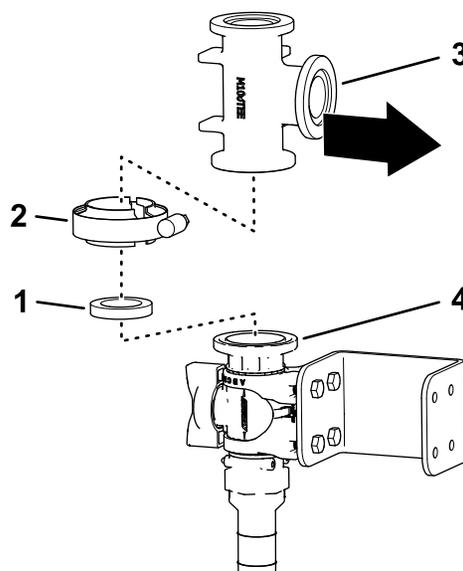
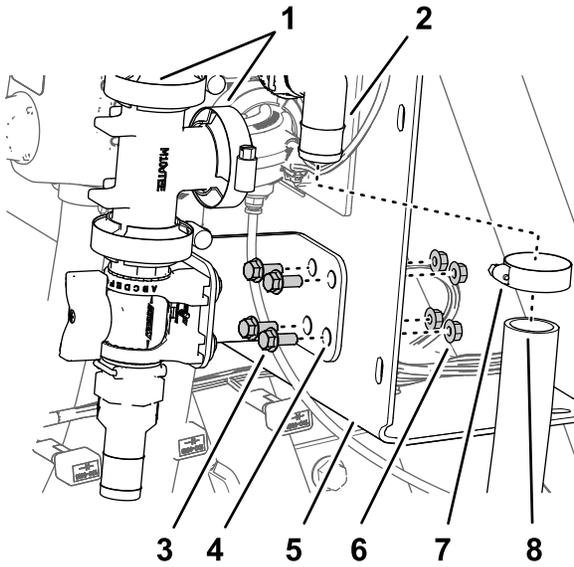

Figura 42
Figura 45
6. Alinhe a flange da união em T com a flange da válvula de controlo, conforme se mostra em Figura 42.
7. Prenda sem apertar a união em T à válvula de controlo com uma junta e uma braçadeira flangeada (Figura 42).
- Monte o suporte da válvula de controlo na base do coletor (**Figura 45**) com 4 parafusos de cabeça flangeada ($\frac{1}{4}$ -20 x $\frac{5}{8}$ pol.) e 4 porcas de bloqueio flangeadas (20 pol.); aperte os parafusos com 10 a 12 N·m.
- Aperte, com a mão, a braçadeira flangeada que prende a válvula de controlo, a união em T (**Figura 42**) e a braçadeira flangeada que prende a união em T à união de 90° (**Figura 45**).